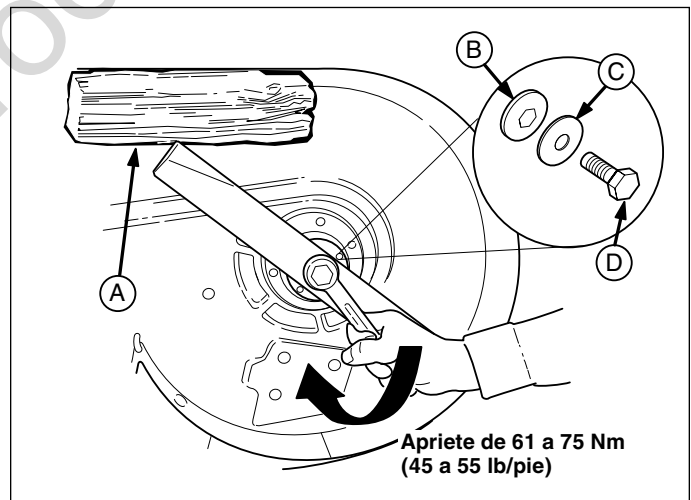

Figura 21. Instalación de la cuchilla
6. Vuelva a instalar cada cuchilla con las lengüetas orientadas hacia la plataforma, como se muestra en la Figura 21. Sujete con un tornillo de cabeza (D), una arandela cóncava (C) y una arandela hexagonal (B). Use un bloque de madera (A) para evitar la rotación de la cuchilla y apriete el tornillo de cabeza de 61 a 75 Nm (45 a 55 lb/pie).